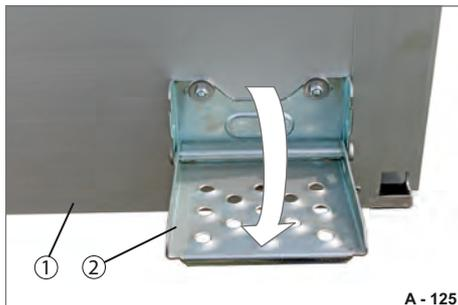

Abb. 181 Klapptritt, aufgeklappt
- ▶ Heck-Bordwand (Abb. 181/1) entriegeln und herunterklappen -siehe Seite Abb. 173.
- ▶ Trittstufe (Abb. 181/2) nach oben ziehen und herunterklappen. Trittstufe arretiert sich in waagerechter Stellung.